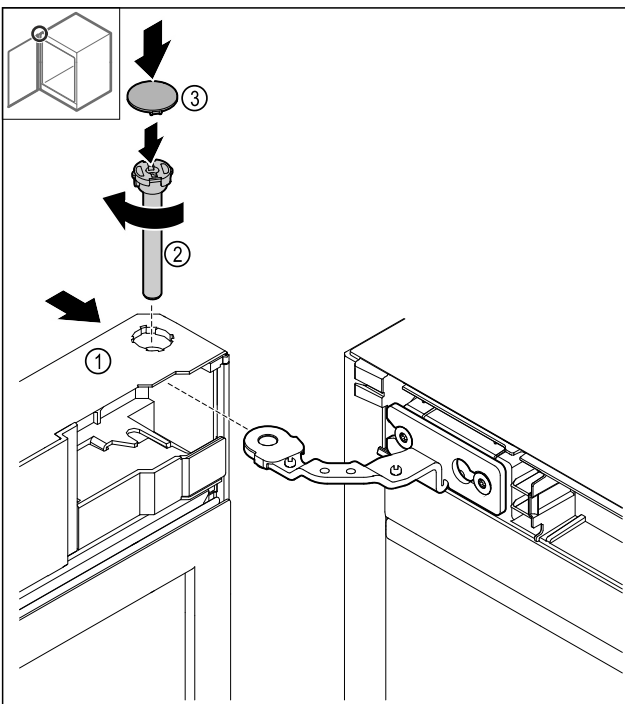

Fig. 47
- Nasuňte dvere Fig. 47 (1) hore na záves.
- Zastrčte čap Fig. 47 (2) a utiahnite ho v smere hodinových ručičiek.
- Nasadte kryt Fig. 47 (4).